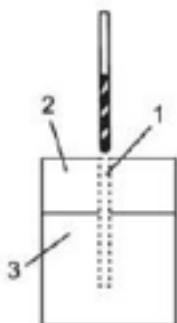

Fig.5
1. Unir en la posición deseada los componentes que se van a atornillar. (Fig. 5).
2. Taladre un agujero piloto (1) a través de la pieza exterior (2) y en la pieza interior (3). Taladre el agujero 2/3 del diámetro de la porción lisa del vástago del tornillo.